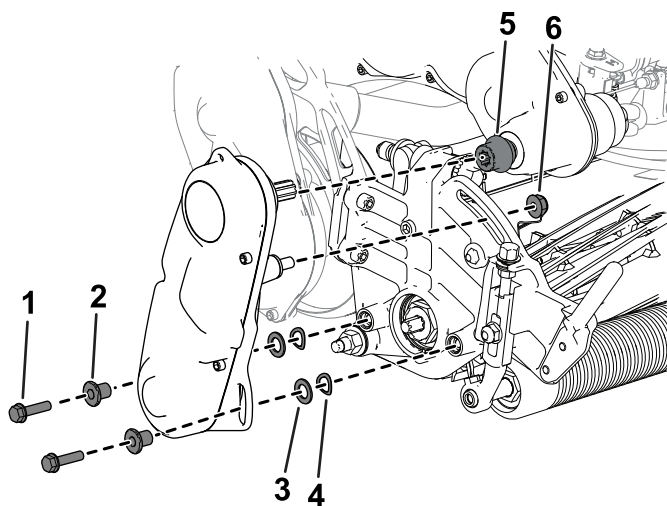

Figure 34
3. Déposez l'entraînement de cylindre de l'unité de coupe (**Figure 34**) et conservez les fixations.